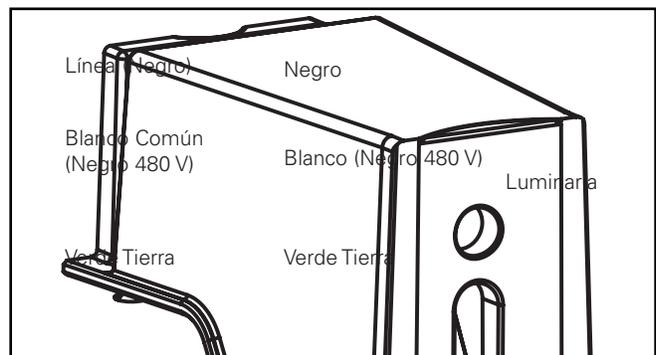

Figura 4.
4. Conecte los cables en el interior del brazo de montaje. Consulte el diagrama de cableado para conocer las conexiones de la alimentación. Conecte los cables de alimentación a los terminales correspondientes de la luminaria. (Figura 4.)